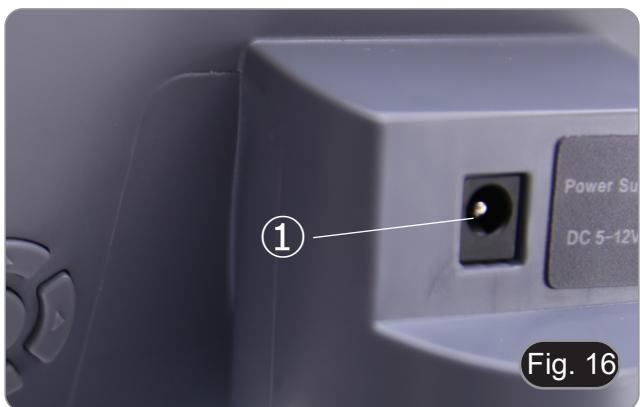

Fig. 16
1. Insertar el alimentador en la toma de corriente ① situada en la parte trasera de la cámara. (Fig. 16)